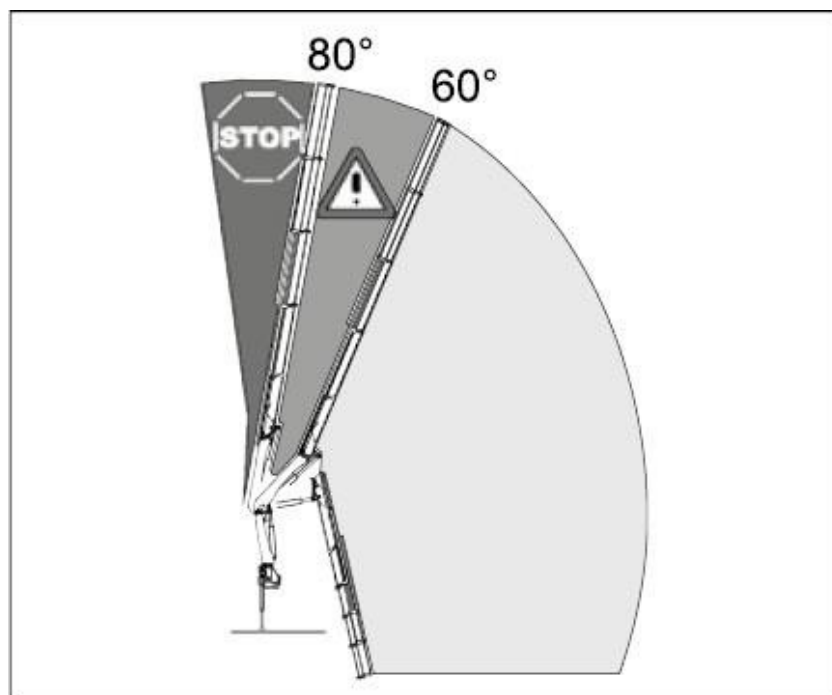

Figura 1. Operaciones de carga. Límites de posición del brazo de carga
- Cuando la posición del brazo de carga es mayor a 80°, si se sobreextiende el brazo articulado, el brazo de carga puede desviarse lateralmente o hacia atrás. Por ello es necesario conocer los diagramas de carga y los Manuales de uso de los fabricantes para verificar las posiciones peligrosas en cada equipo en particular. (Lo podemos apreciar en la figura 1). Según UNE-EN 12999:2009 si existen zonas de posible inestabilidad en posiciones específicas y la geometría de la máquina permite llegar a estas zonas, entonces se debe instalar un limitador de desplazamiento que impida su paso a dichas zonas, excepto si es necesario en los movimientos a posición de transporte.